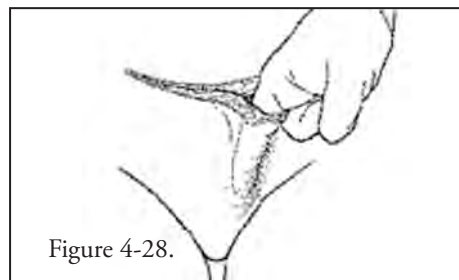

Figure 4-28.
13. Pour implanter la pompe de contrôle dans le scrotum ou les grandes lèvres, procéder à une dissection franche de sorte à créer une poche sous-dartos. La pompe de contrôle doit être placée du même côté que le ballon de régulation de pression. (**Figure 4-28**)